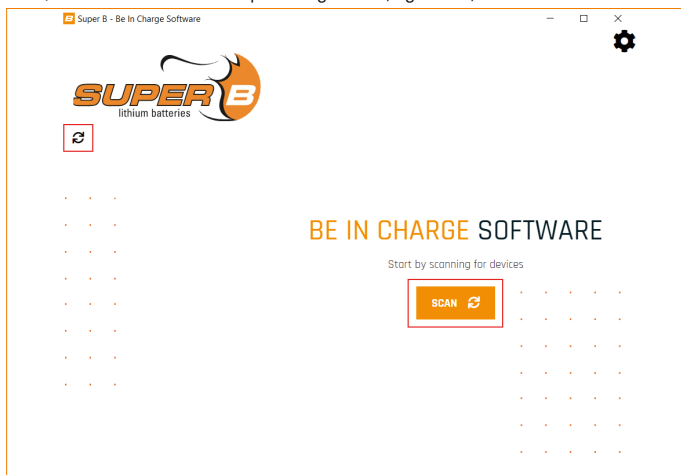
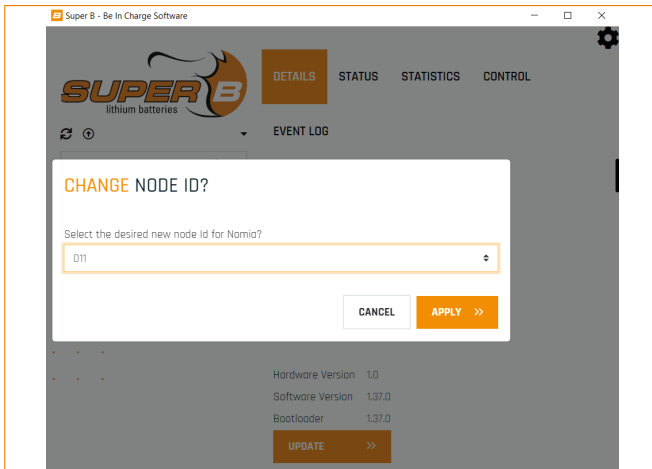
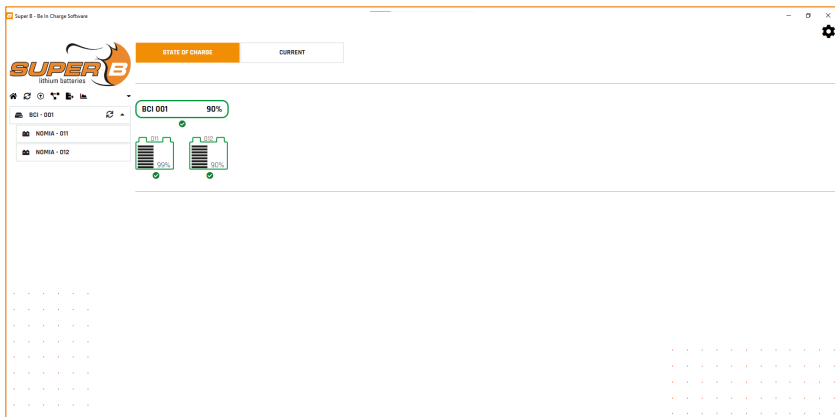

Figure 11. 'Scan' des appareils
Figure 15. Sélectionner le nouvel identifiant de nœud souhaité à partir du menu déroulant
Figure 16. Onglet State of charge - BIB et batteries Li-ion
2. Cliquer sur 'Scan'. Assurez-vous de sélectionner la plage complète des Nœuds en faisant glisser les barres de sélection. Le logiciel Be in Charge Software demande au BIB de scanner les batteries Li-ion raccordées. Lorsque le scan est terminé, le BIB et toutes les batteries Li-ion qui lui sont reliées seront représentées (voir figure 15). Sélectionner "BCI", le nombre de batteries Li-ion reliées sera indiqué dans la section "BCI Configuration" dans le champ "Total # batteries" (voir Figure 16).
Le BIB comporte quatre entrées matérielles : OFF, Precharge, ON et Reset (voir Figure 16 ; cette option n'est visible que si le niveau d'utilisateur du logiciel Be in Charge Software est réglé sur 'Integrator', voir Figure 11). Les entrées peuvent être utilisées pour commander le BIB. Elles peuvent être paramétrées pour être actives au niveau haut ou bas.
Note : cette option n'est visible que si le niveau d'utilisateur du logiciel Be in Charge Software est réglé sur 'Integrator', voir Figure 11).
La section "BCI Modules" (voir Figure 16) peut être utilisée pour sélectionner le protocole de communication du connecteur esclave du BIB (J2). Le paramétrage par défaut est CANOpen (caractéristiques C/A418 et Super B). Il y a aussi une option qui permet d'utiliser des protocoles propriétaires. Cette liste peut donc faire l'objet de modifications, la liste peut avoir un aspect différent en fonction de la version du logiciel.
Le paramètre 'Auto On' (voir Figure 16) active la fonction d'option de démarrage automatique. Si la fonction est activée le BIB passera en mode ON (voir 3.2.2.1) automatiquement lors du démarrage du BIB ou après une réinitialisation. Le BIB passera en mode erreur (voir 3.2.2.4) si une erreur se produit. Lorsque l'erreur sera annulée le BIB repassera automatiquement en mode ON si la fonction 'Auto On' est activée.